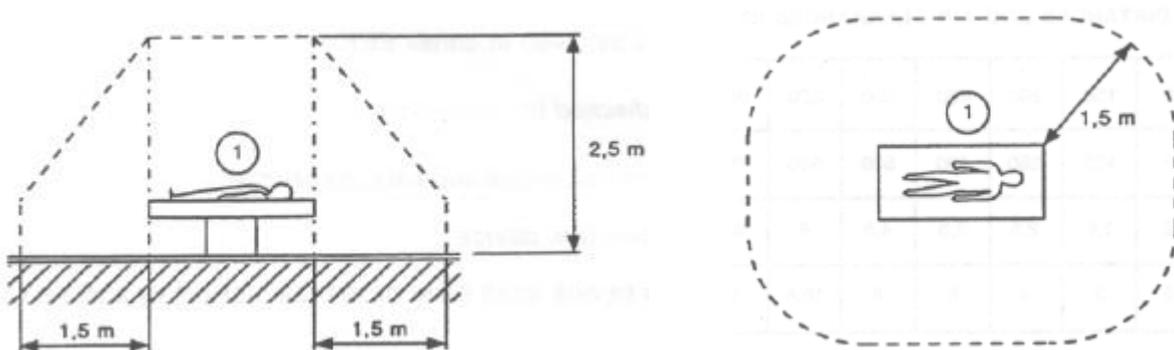

Fig 1 – Area Paziente
- In “Area Paziente” (vedi Fig 1) si consiglia di usare dispositivi facilmente lavabili e impermeabili ai liquidi.
- In “Area Paziente” (vedi Fig 1) si consiglia l'uso di tastiera e mouse in gomma facilmente lavabili. Per i “touch screen” si consiglia l'uso della tecnologia capacitiva che scoraggia l'uso con i guanti (che sono spesso contaminati) in quanto insensibile se usato con essi.